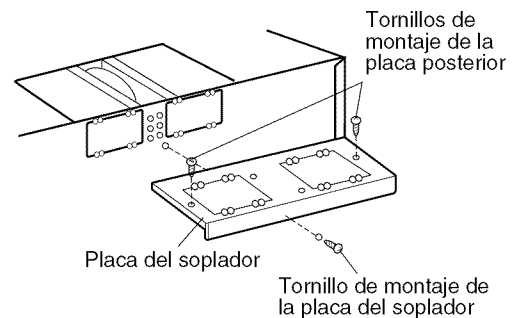

Figura 18
1. Quite un tornillo de montaje de la unidad del soplador y dos tornillos de la placa de montaje. Quite la placa de montaje del gabinete. Vea la **Figura 18**.